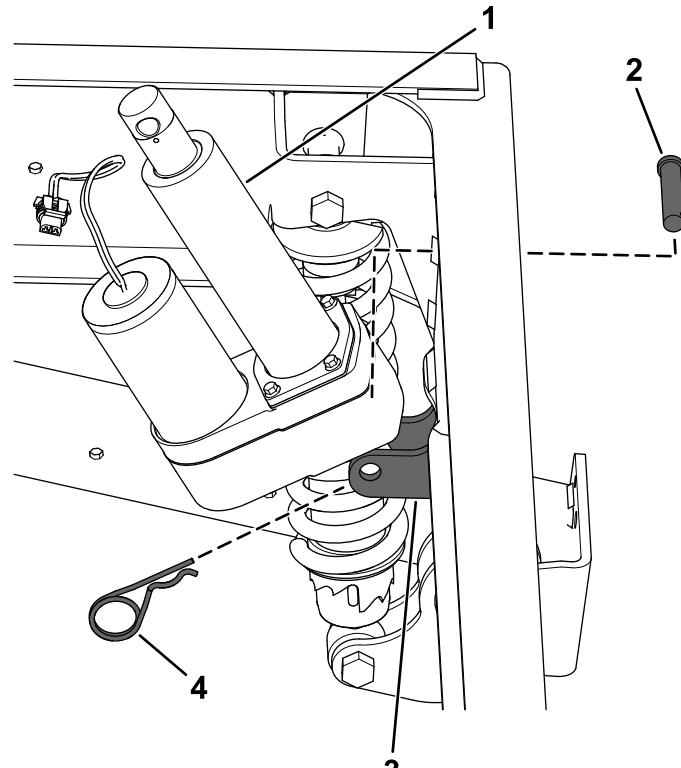

Figura 10
- Allineate il foro nel punto di sostegno inferiore dell'attuatore di sollevamento con i fori delle staffe di sostegno dello chassis (Figura 10).
- Fissate l'attuatore di sollevamento alle staffe di sostegno dello chassis con il perno con testa (2¼") e la coppiglia (Figura 10).